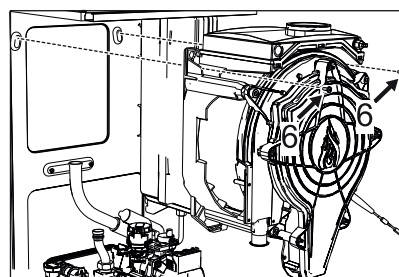

fig. 58 -
- Verwijder de 2 bovenste schroeven "6" waarmee de wisselaar aan het frame bevestigd is ("fig. 58 -")